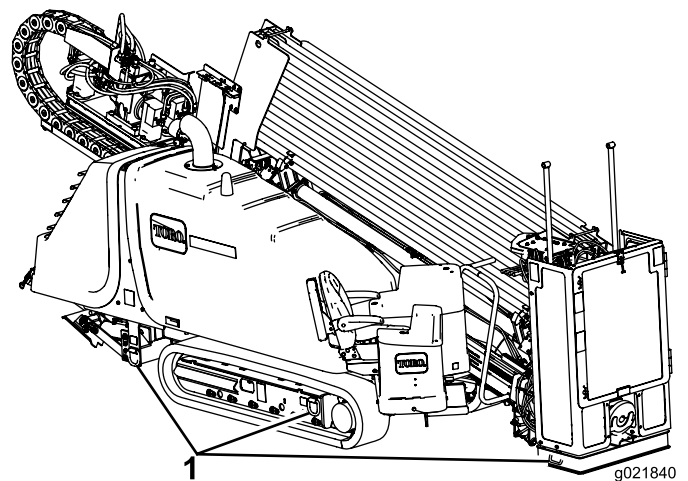

Bild 36
8. Verwenden Sie geeignete Ketten und Beschläge, um die Ringe am linken und rechten Kettenrahmen sowie die Verankerungsplatte auf dem Anhänger zu befestigen (Bild 36).